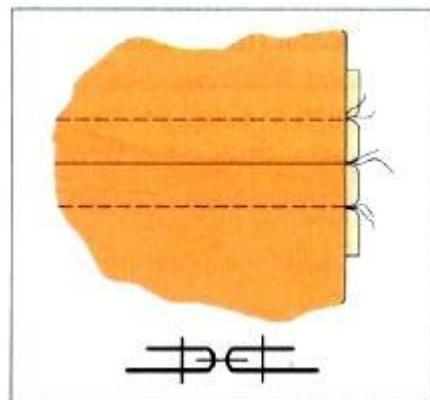

Рис. 33. Расстрочный шов
- строчки до стачного шва выбирается по модели (рис. 33). Приутюжить шов.